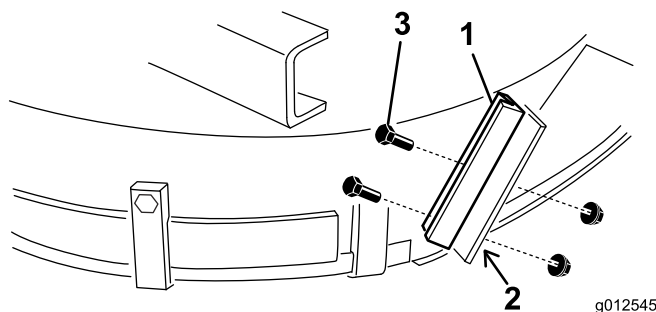

図 17
1. 新しいデフレクタストップを型紙として、元の平らなデフレクタストップの上にセットする 図 17。新しいデフレクタストップの底面が面一となっており、デッキ側面に接触し、デフレクタサポートの外側エッジに平行であることを確認する。
3. 古いデフレクタストップに新しいデフレクタサポートを取り付けるボルト 1/4-20 x 3/4 インチ2本とナットロックナット 1/4-20 インチを使って 図 17 のように取り付ける。